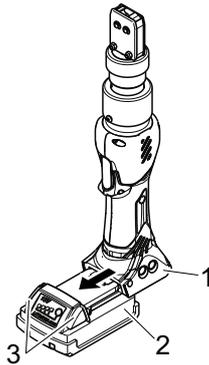

Abb. 18: Entnehmen des Akkus
- ▶ Drücken Sie die Knöpfe (Abb. 18/3) und ziehen Sie den Akku (Abb. 18/2) aus der Klemmenzange CP 10 / CP 20 / CC 20 (Abb. 18/1).